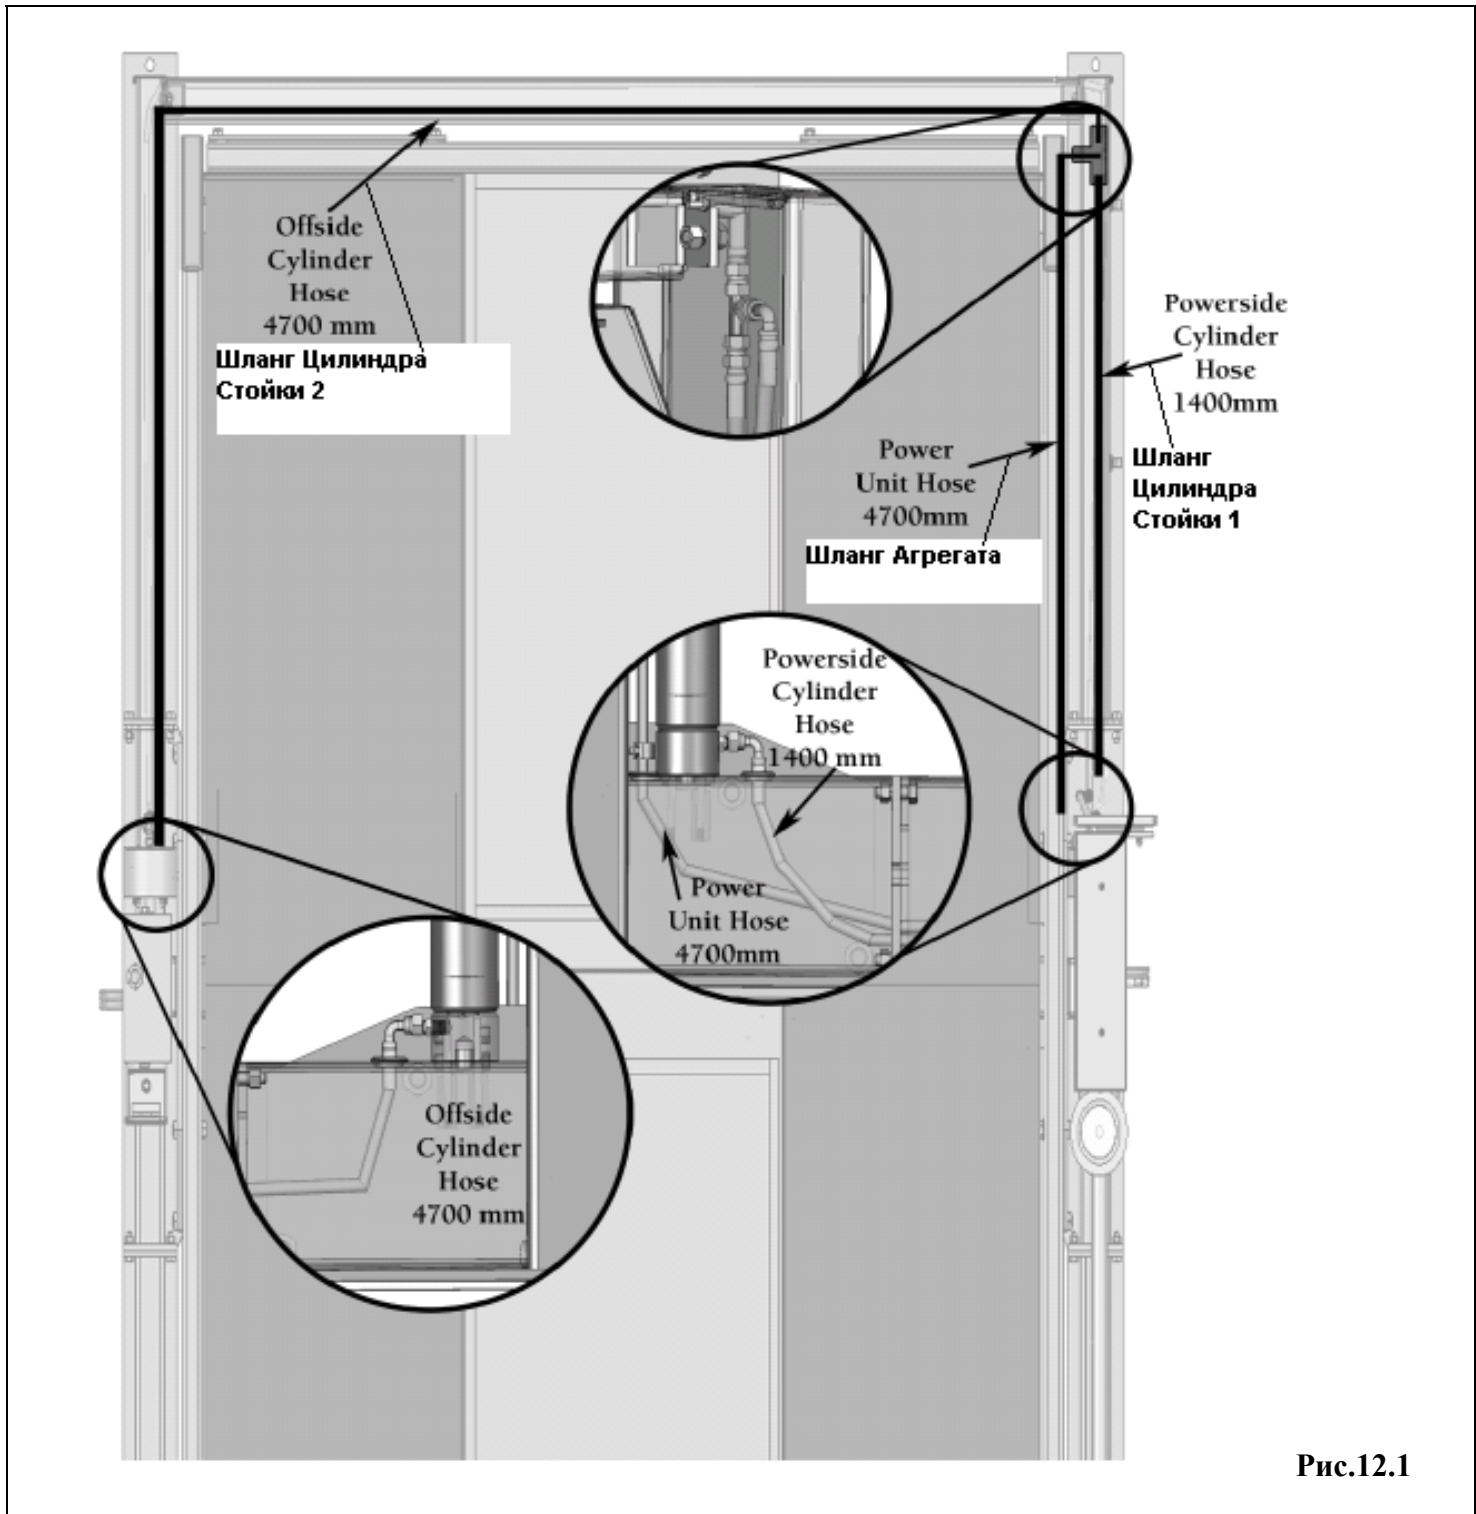

Рис.12.1
**Внимание:** смотри рис. 12.1 – 12.4 для установки гидравлических шлангов. Шланги и Т-образные штуцеры имеют достаточную длину, чтобы для их соединения вытянуть их из Поддерживающих Лап. После соединения – их необходимо втолкнуть обратно внутрь Лап.